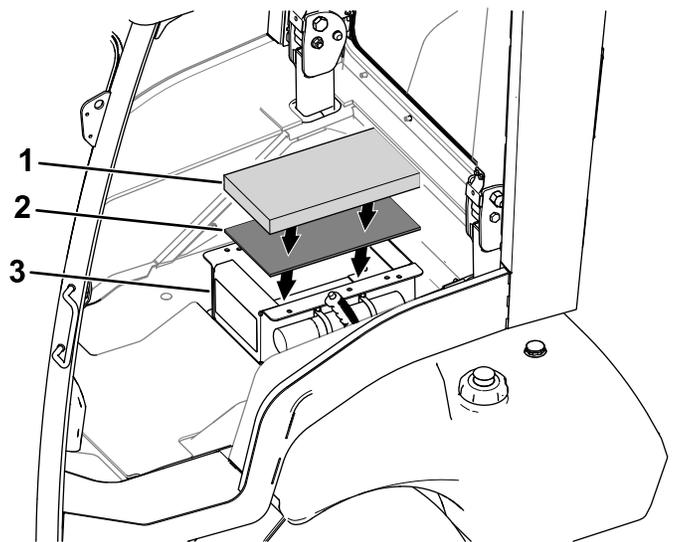

図 19
1. シートベース用パッド薄手を、座席ベースの内側に取り付ける 図 19。
2. シートベース用パッド厚手を、座席ベースの内側に取り付ける 図 19。